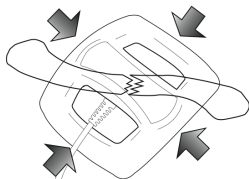

Afbeelding 1
2. Verwijder het klittenbandlipje "A" en maak het bandje los. (Afbeelding 1)